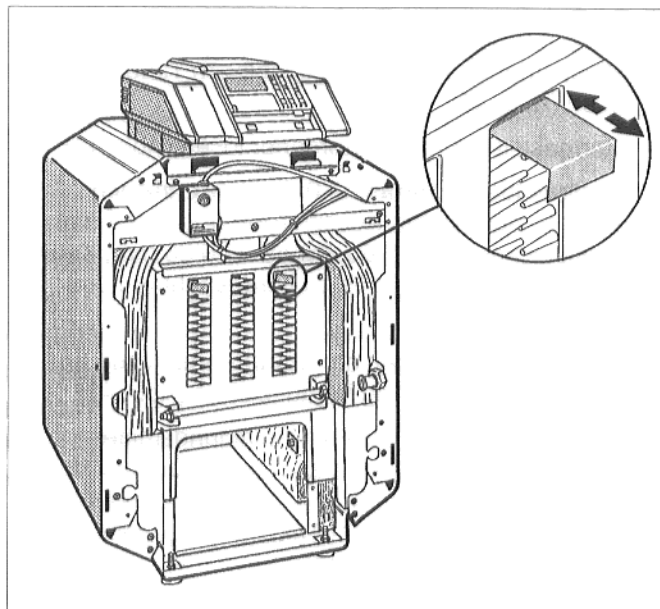

Abb. 39: Drosselbleche; Kesselgröße 26-4 als Beispiel
- Drosselblech(e), falls vorhanden, entfernen (Abb. 39).